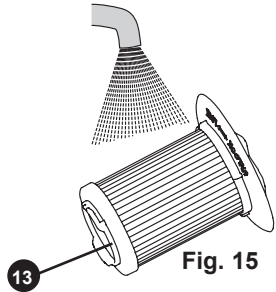

Fig. 15
3. Limpie la cubierta y el filtro Hepa (13) con agua caliente y jabón. Asegúrese de que el recipiente esté completamente seco antes de montarlo. Véase la fig. 15.
4. Vuelva a colocar el filtro Hepa (13) y el depósito de polvo (15) en la unidad del mismo modo en que se extrajeron.